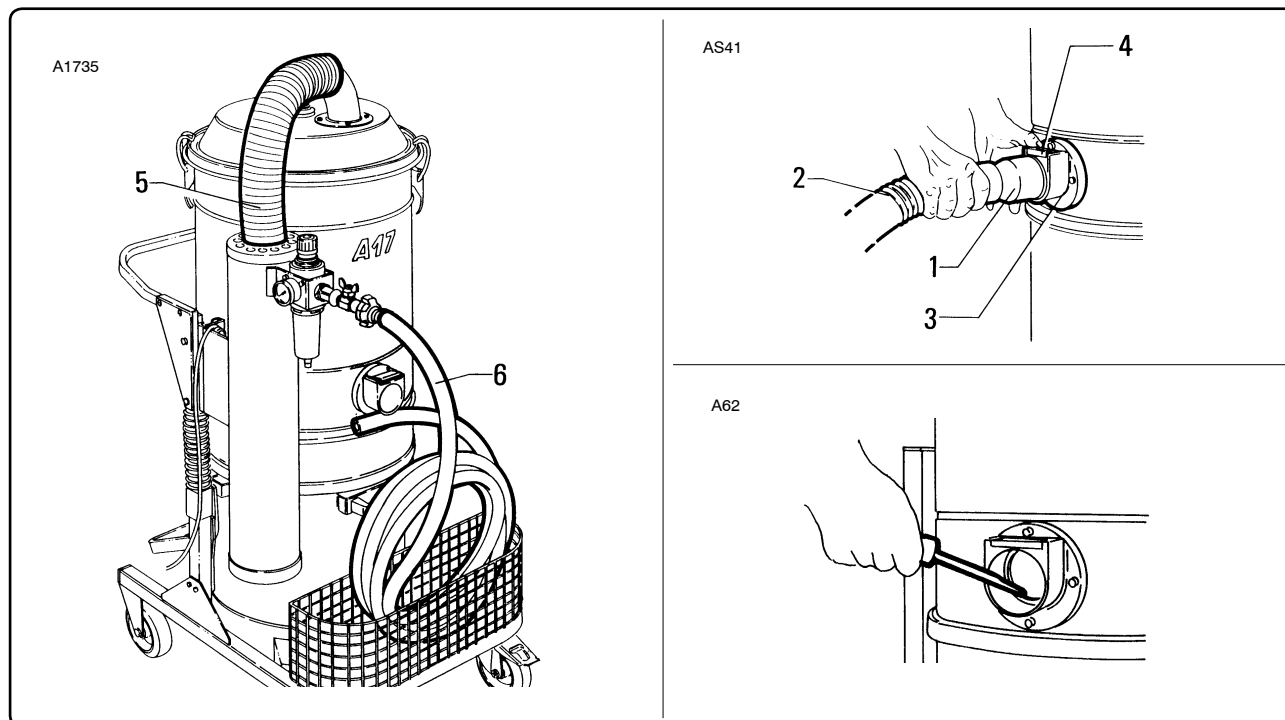

Рис. 7.5.9
7.5.7 - Проверка состояния шлангов (рис. 7.5.9)
Для отсоединения шланга «2» просто нажмите на пластину «4» на выпускном отверстии «3», как показано на рис. 7.5.9.
Вычистите выпускное отверстие и удалите отложившиеся отходы, как показано на рис. 7.5.9.